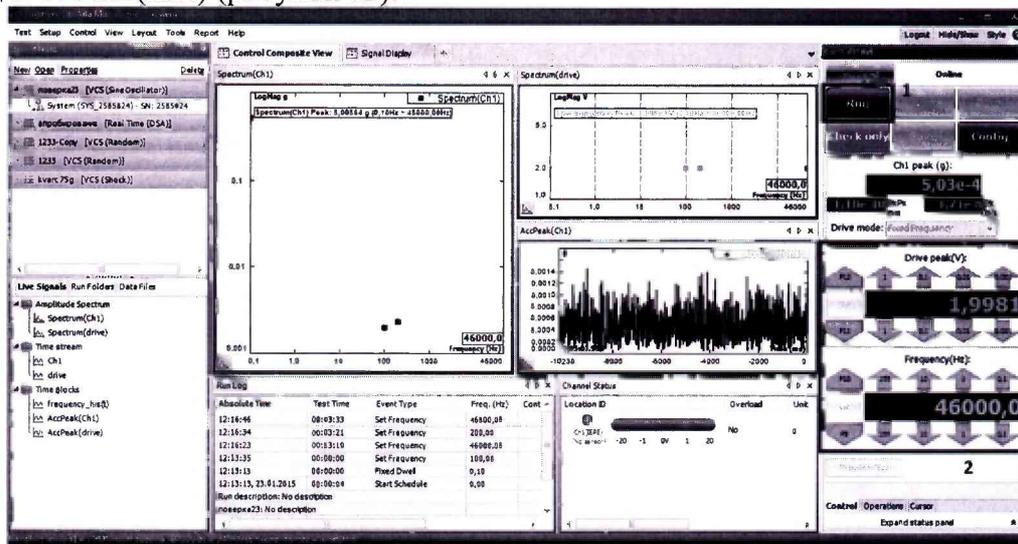

Рисунок 13 – Регуляторы частоты и напряжения выходного сигнала
5) Нажать кнопку RUN, далее при помощи регулятора частоты и напряжения задать значения 1кГц и 100 мВ(пик) (рисунок 13).